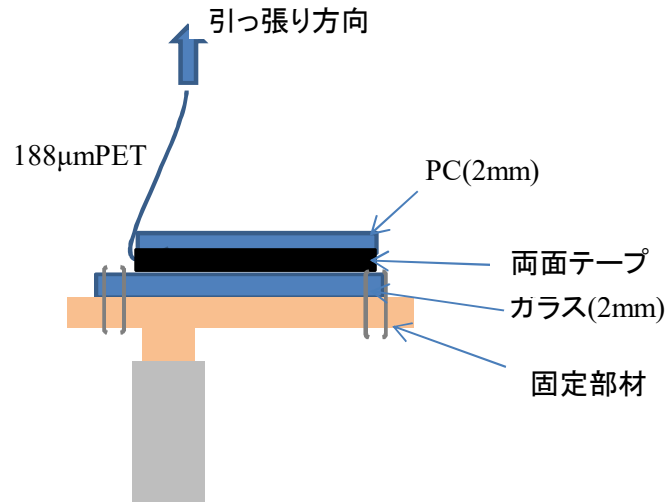

Fig.1 引き剥がし試験治具
- ① 4cm x 6cmの大きさのPC/テープ/ガラスに貼り合わせる。
- ② 2kgロールにて2往復圧着する。
- ③ アルコール(95vol%)及び各温度条件に放置する。
- ④ 温度雰囲気から取り出し後、10秒後にFig.1の様に治具にセットし、